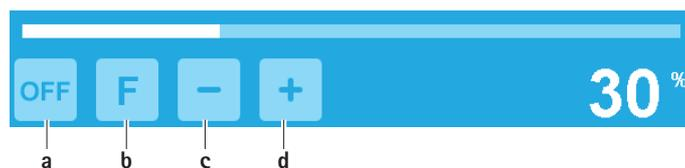

Fig. 7 Aktivering af skyllepumpe/"Flush"-funktion
- ▶ Aktivering af skyllepumpe: Aktivér tasten til tænding af skyllepumpen **a**, se Fig. 7. Skyllepumpen er aktiv og tilfører kølevæske med den aktuelt indstillede kapacitet.
- ▶ Deaktivering af skyllepumpe: Aktivér tasten til slukning af skyllepumpen **a**, se Fig. 7. Skyllepumpen er inaktiv og tilfører ikke længere kølevæske.